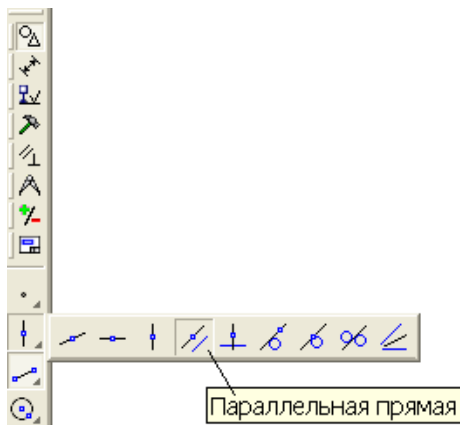

Рис. 84
3.2. Натиснути кнопку **Параллельные прямые**  на **Расширенной панели команд** вводу допоміжних прямих (рис. 84).